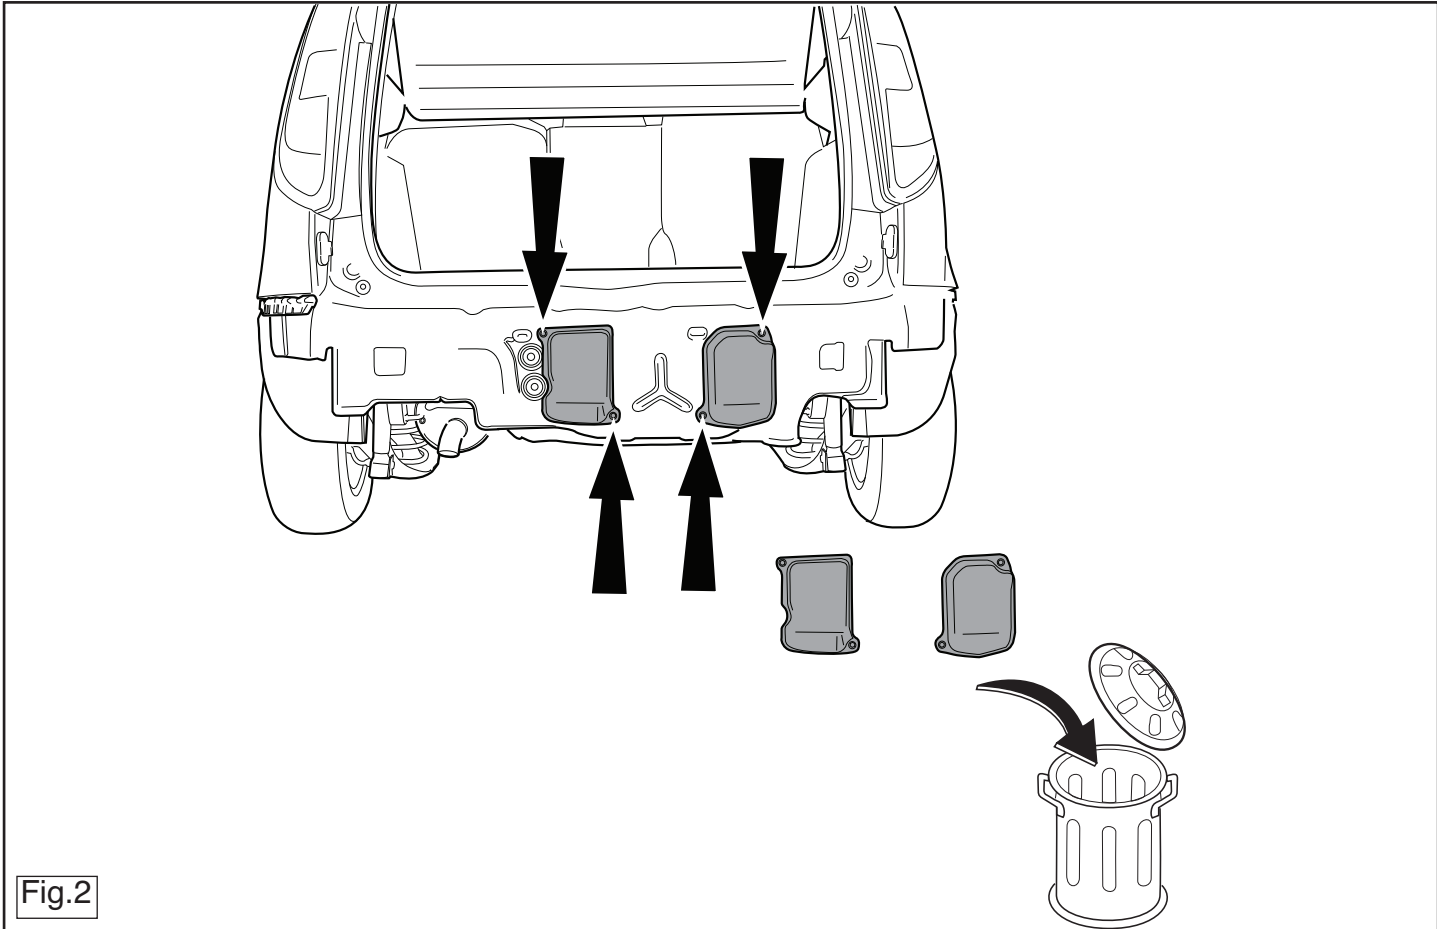

Fig.2
2. Снять детали, указанные в рис. 2 и 3.